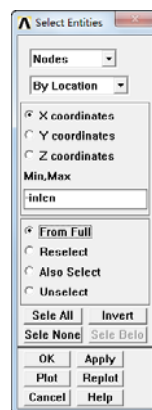

图 7-20 “Select Entities”对话框
⑦依次选择 Utility Menu→Select→Entities，会弹出“Select Entities”对话框，如图 7-20 所示。在第一个下拉框中选择“Nodes”，在第二个下拉框中选择“By Location”，在第三个单选框中选择“X coordinates”，在“Min, Max”输入框中输入-inlen，单击“OK”按钮关闭对话框。
⑧依次选择 Utility Menu→Select→Entities，会弹出“Select Entities”对话框，如图 7-20 所示。在第一个下拉框中选择“Nodes”，在第二个下拉框中选择 By Location，在第三个单选框中选择“Y coordinates”，在“Min, Max”输入框中输入 0，在第四个单选框中选择“Reselect”，单击“OK”按钮关闭对话框。